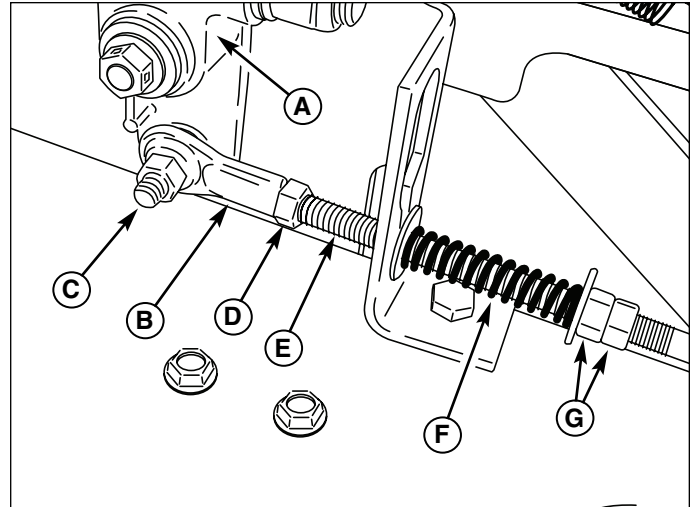

Figure 23. Réglage de point mort (côté droit montré)
3. Enlevez la visserie (C, Figure 23) reliant l'extrémité de tige (B) à la support de commande (A).